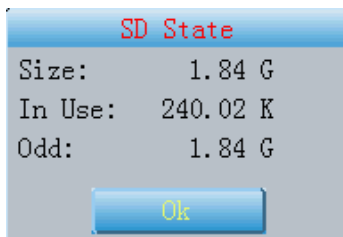

Fig. 7-4
2. Haga clic en el icono para comprobar el estado de la tarjeta SD, como en la Fig.7-4.